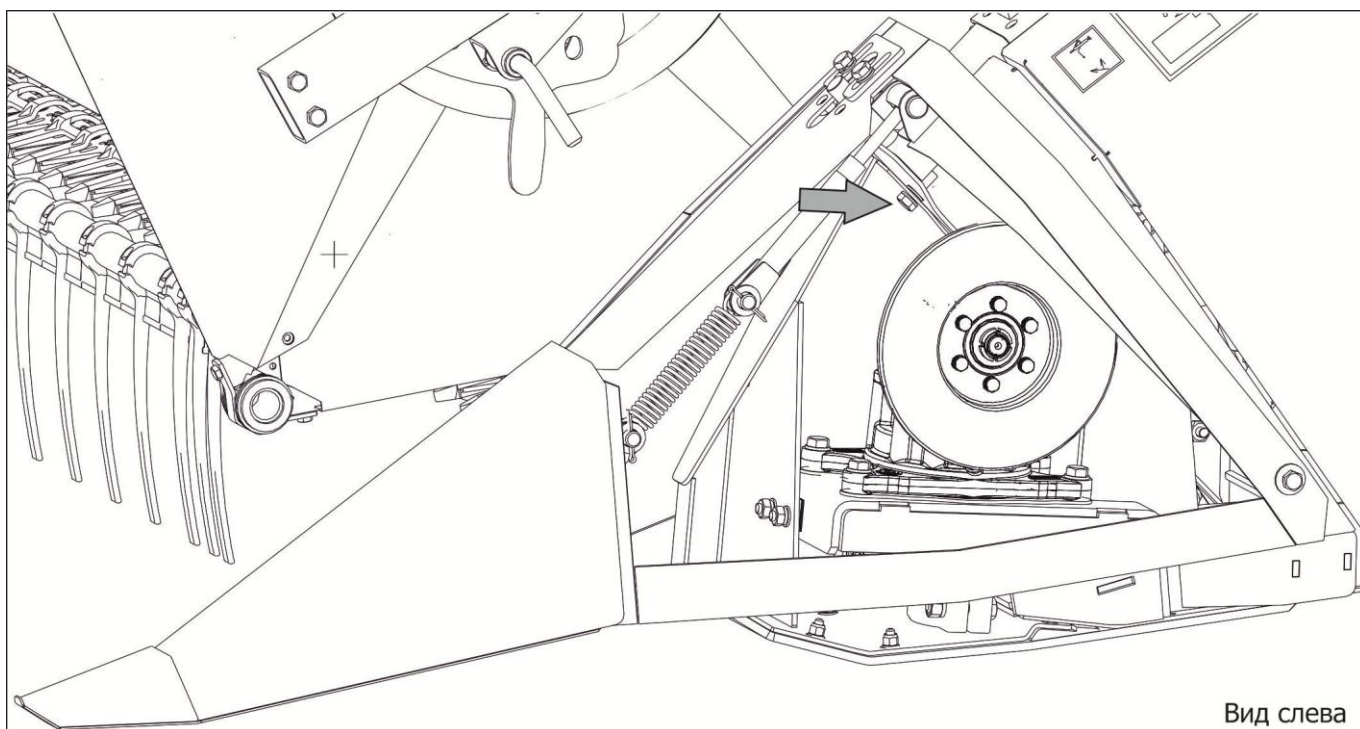

Рисунок 6.12 – Переоборудование жатки
ВНИМАНИЕ! ЖАТКА ОТГРУЖАЕТСЯ ПОТРЕБИТЕЛЮ С ЗАКРЕПЛЕННЫМИ К КАРКАСУ ПЕРЕДНИМИ ПЛАВАЮЩИМИ ОПОРАМИ И ПОДВИЖНЫМИ БОКОВИНАМИ. ДЛЯ УБОРКИ СОИ В РЕЖИМЕ «С ПЛАВАЮЩИМ НОЖОМ» НЕОБХОДИМО ДЕМОНТИРОВАТЬ КРЕПЛЕНИЕ И ПЕРЕВЕСТИ РЕЖУЩИЙ АППАРАТ В ПЛАВАЮЩЕЕ ПОЛОЖЕНИЕ (рисунок 6.12).
2. Открепить болтокрепезж крепления подвижных боковин режущего аппарата к каркасу с обеих сторон жатки (рисунок 6.12);
2. Зафиксировать рычаги и подвижные боковины режущего аппарата на каркасе жатки болтокрепёжом (рисунок 6.12). При этом режущий аппарат примет положение, показанное на рисунке 6.17;